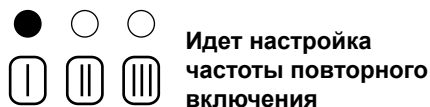

рис. 5.13
- Чтобы задать время повторного включения, необходимо войти в режим программирования (см. раздел 5.11), и нажимая кнопку сброса добиться на светоиндикаторах комбинации, показанной на рис. 5.13 (условные обозначения состояния индикаторов даны на стр. 7)